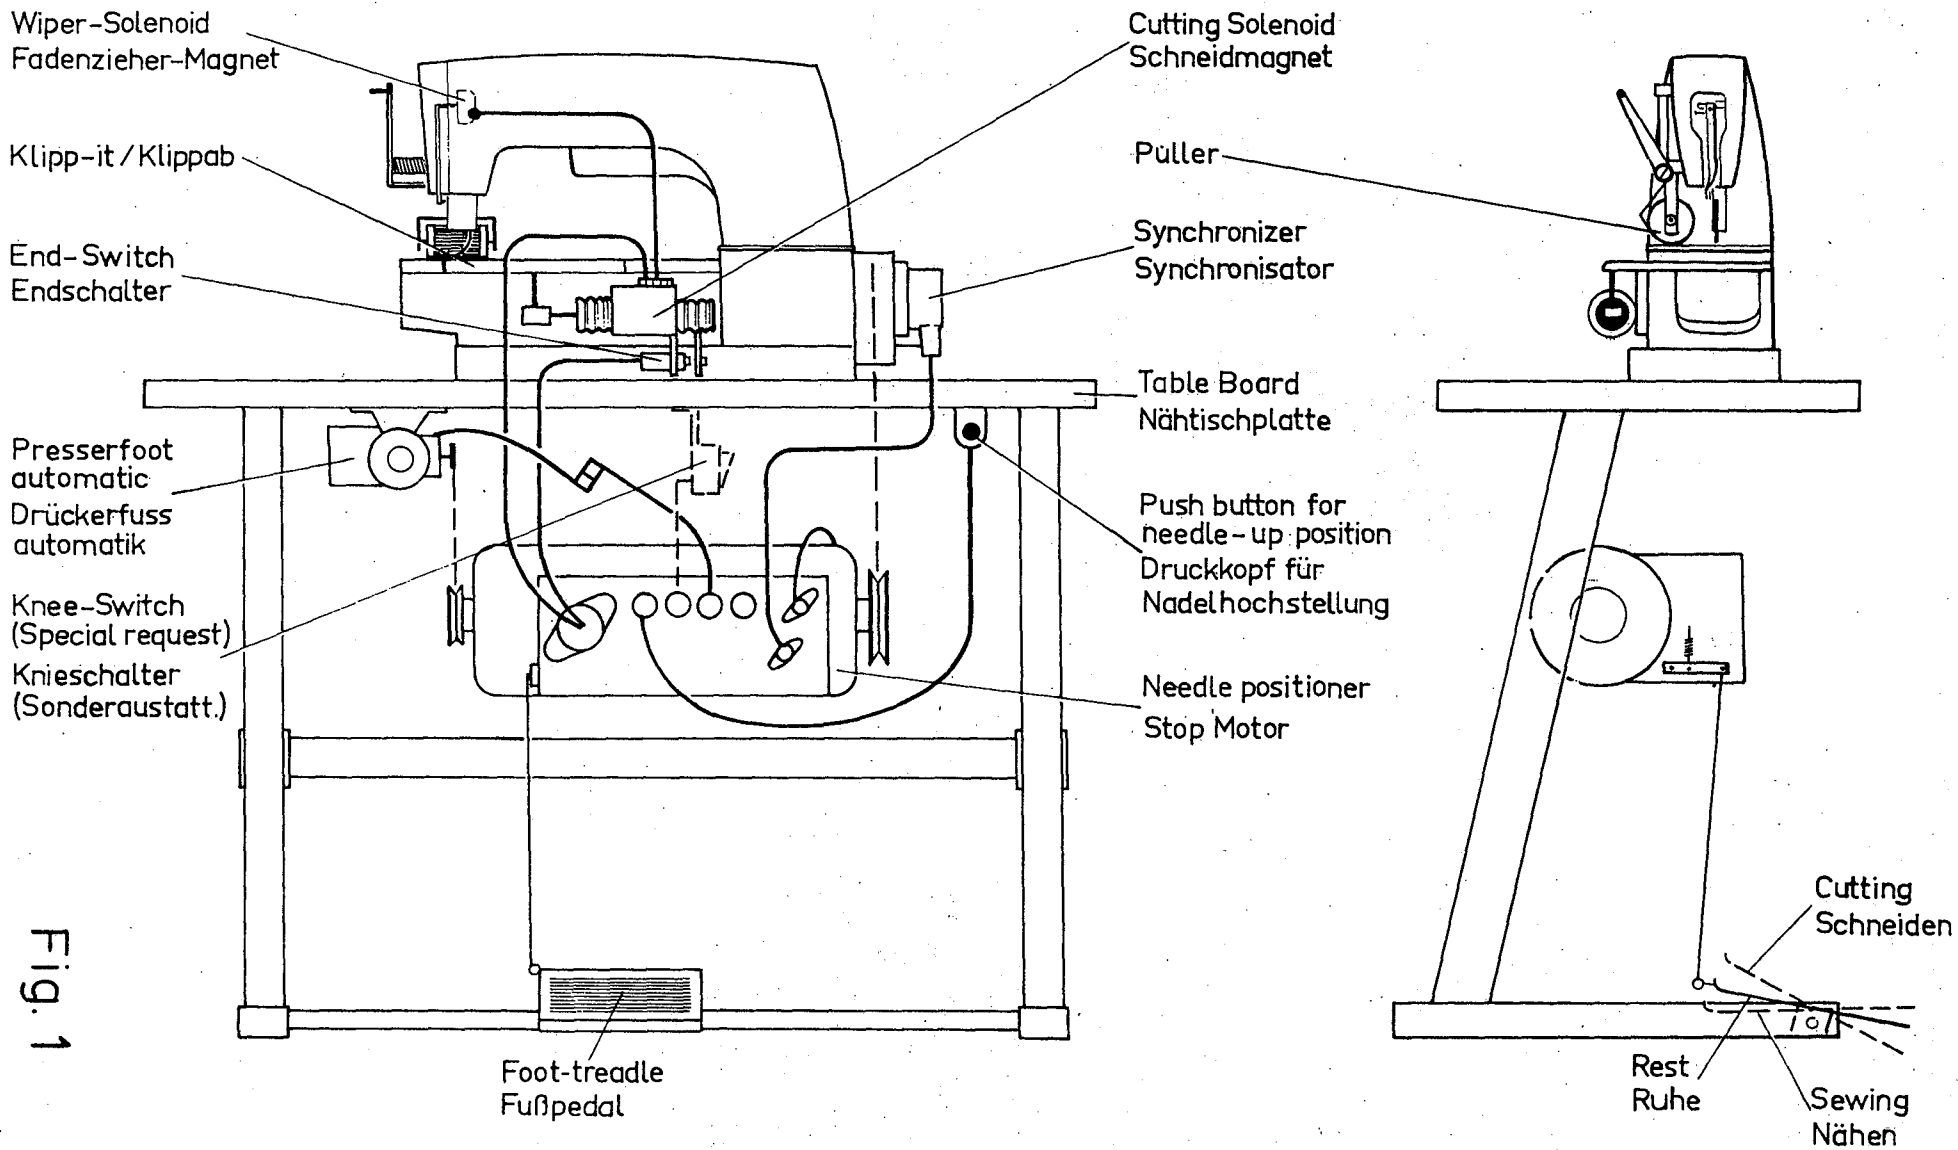

Fig. 1
As shown on Fig. 1 the following parts are mounted on the sewing machine:
It is possible to lift the presser foot without cutting the threads by pressing first the push button, which raises the needles, and heeling the treadle. This is necessary for matching seams or ends of garments. For operations which need a frequent matching of garment it is recommended to install an additional knee switch Part No. 998-338 (dotted line Fig. 1), which allows to lift the presser foot also in needle down position.
Wie aus der Übersichtsskizze Fig. 1 ersichtlich, sind an der Nähmaschine:
Der Drückerfuß kann ohne Fädenabschneiden geliftet werden, indem man erst den Drucktaster drückt (also die Nadeln in Hoch bringt) und erst dann das Pedal rückwärts tritt. Dies ist nötig, wenn man die Ware nachregulieren will. Für Arbeiten, die oftmaliges Nachregulieren erfordern, kann zusätzlich ein Knieschalter Teil Nr. 998-338 eingebaut werden (gestrichelt Fig. 1). Durch Betätigung des Knieschalters kann der Drückerfuß auch in Nadeltief geliftet werden.
1. Install machine, synchronizer, motor and presser foot lifter according to Fig. 1. All cables between machine, sewing table and motor are equipped with quick disconnect plugs. Start to operate the machine, when all plugs are connected.
1. Installieren Sie die Maschine, Synchronisator, Motor und Drückerfußautomatik nach Fig. 1. Alle Anschlüsse zwischen Maschine, Tisch und Motor sind schnell lösbare Steckverbindungen. Nehmen Sie die Maschine erst dann in Betrieb wenn alle Stecker eingesteckt sind.
- b) The thread wiper has to be adjusted (see item 11) before it is connected to the solenoid according to Fig. 1 a.
- b) Der Fadenzieher darf erst nach erfolgter Einstellung (siehe Punkt 11) am Magnet nach Fig. 1 a angeschlossen werden.